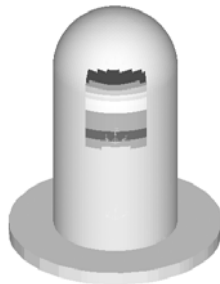

图 13-14 显示模型中指定单元应力云图
- (1) 将输入选择器由 Components 切换到 Elements。在图形区选择模型的部分单元。
- (2) 单击 Apply 按钮，所选单元将显示应力云图。
- (3) 按住 〈Shift〉键和鼠标左键，在图形区指定区域滑动。释放 〈Shift〉键和鼠标左键，所选区域上将显示应力云图。
(4) 在 Selection 下单击 Element 按钮，然后在弹出的窗口中选择 All。
(5) 单击 Apply 按钮，则模型所有单元都将显示应力云图，如图 13-14 所示。